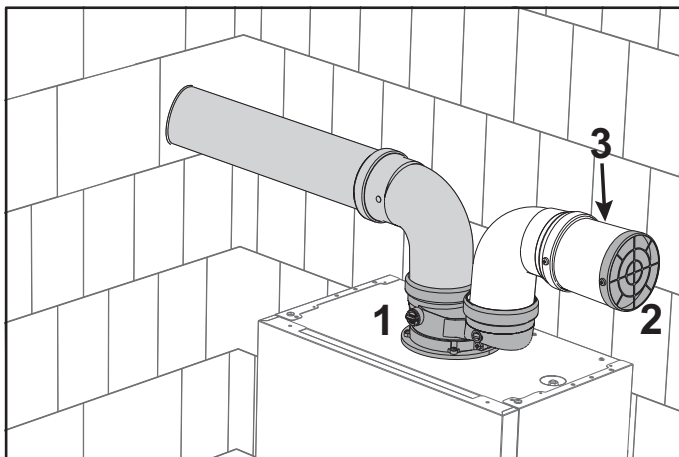

fig. 48 - Griglia di protezione
Installare l'accessorio di partenza (rif. 1 fig. 48 - cod. **041082X0**). Nel condotto di aspirazione deve essere montata la griglia di protezione (rif. 2 - fig. 48 - cod. **1KWMA85A**). Se necessario, inserire un tronchetto (3) fra griglia e accessorio.